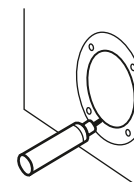

рис.1
3. Обведите контуры установочного отверстия для акустической системы и крепежных отверстий. (рис.1)